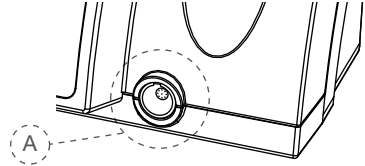

Fig. 2 Tilslutning forside
5. Slut mikromotorkablets stik til i tilslutningsbøsningen (fig. 2, A) på styreenhedens forside.
Tilslutningsbøsningen (fig. 2, A) er en normal stikkontakt. Anbring den røde prik på stikket lodret, så den passer til føringen på bøsningen. Skru ikke stikket ind i bøsningen. Træk i metaldelen af kablet, når stikket tages ud. Undlad at dreje stikket ud.